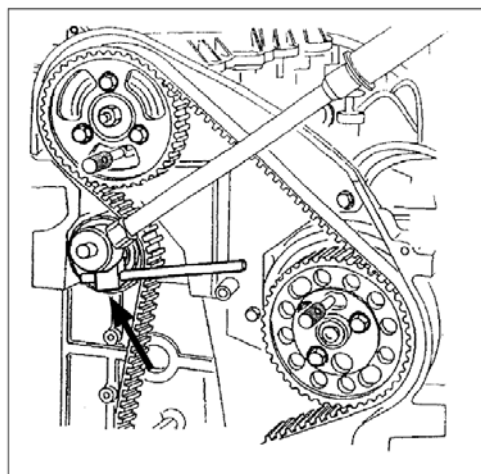

Fig. 2
- Dit gereedschap is nodig om de spanner te draaien en op zijn plaats te houden terwijl de centrale bout wordt aangehaald. (25 Nm)(Fig. 2).